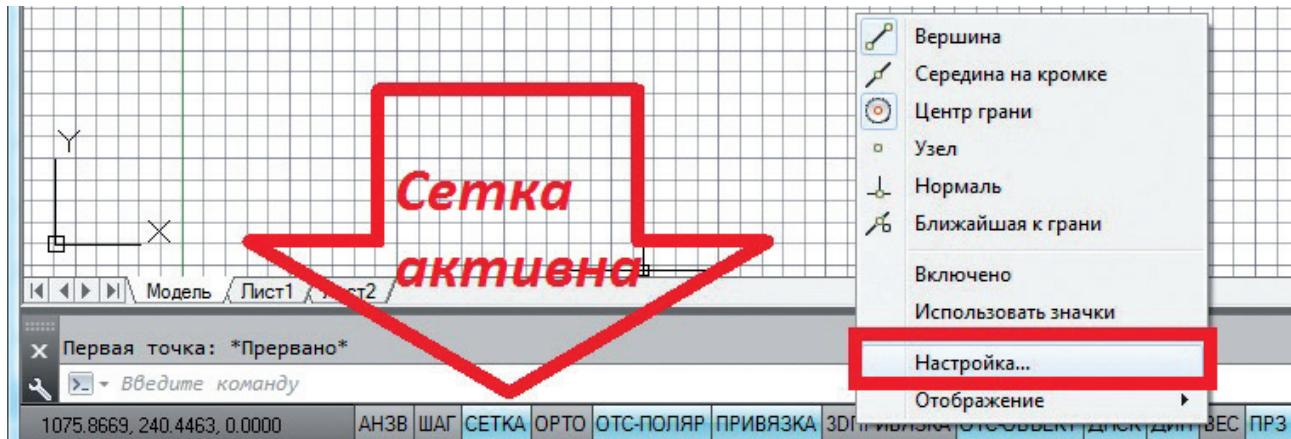

Рис. 6. Страна состояния
- ◊ кнопки настройки отслеживания и привязок курсора (рис. 6).
Страна состояния может содержать активные и пассивные кнопки. Если функция активна, то кнопка подсвечивается (см. рис. 6 — Сетка). Вызовем контекстное меню (нажатием ПКМ по любой кнопке строки) и выполним настройки для черчения. В выпадающем списке найдем *Настстройка* и ЛКМ вызовем окно настройки *Режимов рисования* (рис. 7).